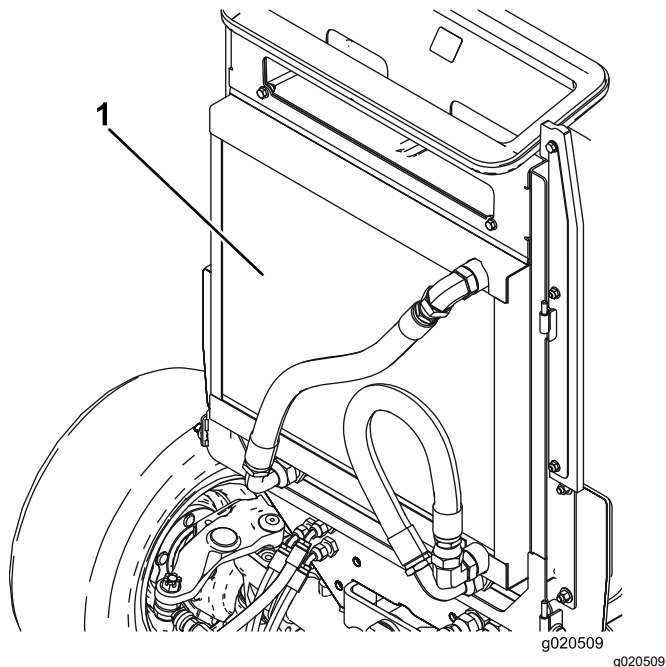

Figura 79
4. Limpe ambos os lados do radiador/refrigerador (Figura 79) com ar comprimido. Comece a partir da parte frontal e sopre os detritos para fora na direção da parte posterior. Depois, limpe a partir da parte posterior e sopre na direção da parte frontal. Repita o procedimento várias vezes até remover toda a sujeira e detritos.